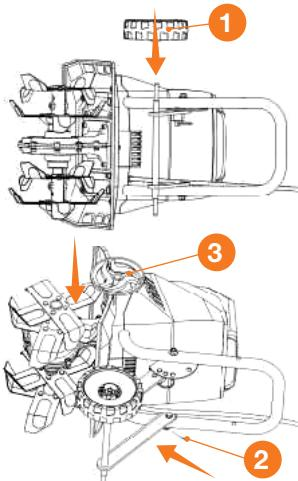

Рис. 3
- Установите на вал колесо ① (Рис. 3).
- Просуньте стопорную клипсу ② в отверстие на валу.
- Закрепите колпак ③ на колесе.